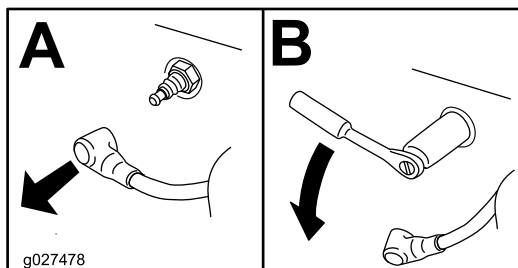

Figure 40
4. Déposez la bougie (Figure 40).